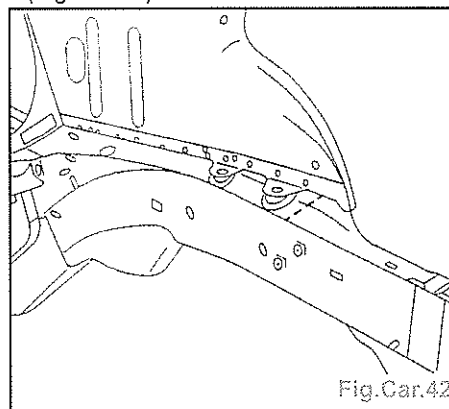

Fig.Car.42
- Poser la semelle de brancard partielle (Fig.Car.42).